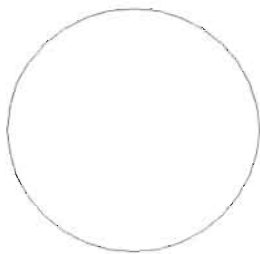

图 3-135
(1) 单击“绘图”工具栏中的“圆”按钮, 绘制一个半径为 30 的圆, 如图 3-135 所示, 命令执行过程如下。